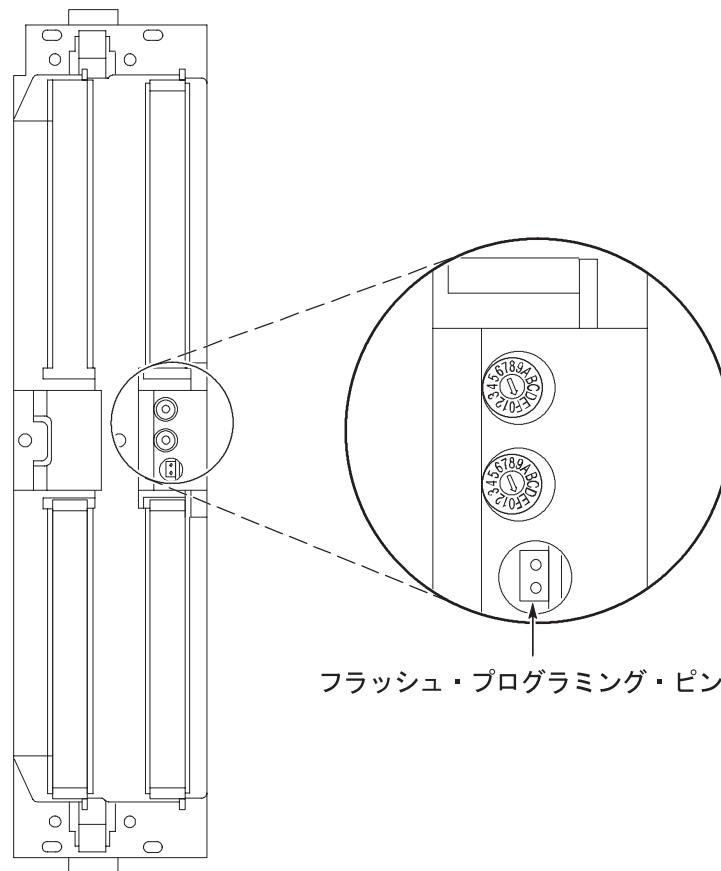

図 28 : フラッシュ・プログラミング・ピン
4. 51 ページの図 28 ページを参照し、各モジュールの後部にあるフラッシュ・プログラミング・ピンを確認します。